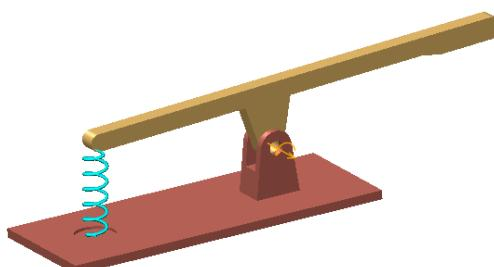

图 6.5.7 定义弹簧参数
- (4) 定义弹簧直径。在操控板中单击 **选项** 按钮，选中其中的 调整图标直径 复选框，输入弹簧的直径 25，单位为 mm。
- (5) 定义弹簧参数。在操控板的 **文本框** 中输入弹簧系数 30，单位为 N/mm；在操控板的 **文本框** 中输入弹簧的原始长度值 65，单位为 mm，此时弹簧显示如图 6.5.7 所示。
- (6) 单击操控板中的 按钮，完成弹簧的定义。
(1) 选择拖动命令。单击 **运动** 区域中的“拖动元件”按钮 ，系统弹出“拖动”对话框。
(2) 拖动机构。拖动机构中的 rod 到图 6.5.7 所示的近似位置。
(3) 记录快照 1。单击对话框 **当前快照** 区域中的 按钮，即可记录当前位置为快照 1 (Snapshot1)。
(4) 单击 **关闭** 按钮，关闭“拖动”对话框。